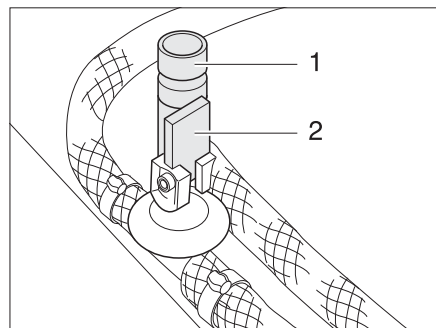

Bild 126 Avtappningskranar för Truma varmvattenberedare
- Stäng alla avtappningskranarna för varmvattenberedaren. Ställ då vipparmen (Bild 126,2) i vågrätt läge och vrid ventillocket (Bild 126,1) medurs.
- Öppna alla avtappningskranarna för varmvattenberedaren. Ställ då vipparmen (Bild 126,2) i vågrätt läge och vrid ventillocket (Bild 126,1) moturs.